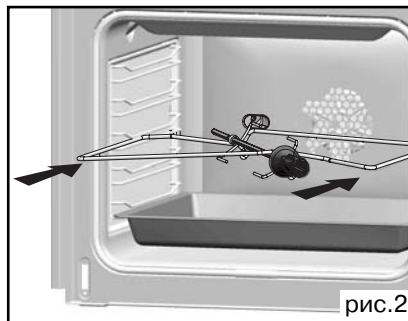

рис.2
• Многофункциональный противень (рис. 2).
- вставьте вертел в держатель (рис. 2).